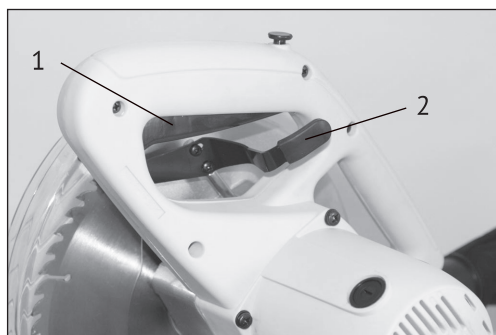

рис.2
-включение/выключение пилы осуществляется нажатием на рычаг блокировки подвижного защитного кожуха (рис.2 поз.2) и последующим нажатием на выключатель (рис.2 поз.1);
-разблокируйте подвижный защитный кожух, нажав на рычаг блокировки (рис.2 поз.2);